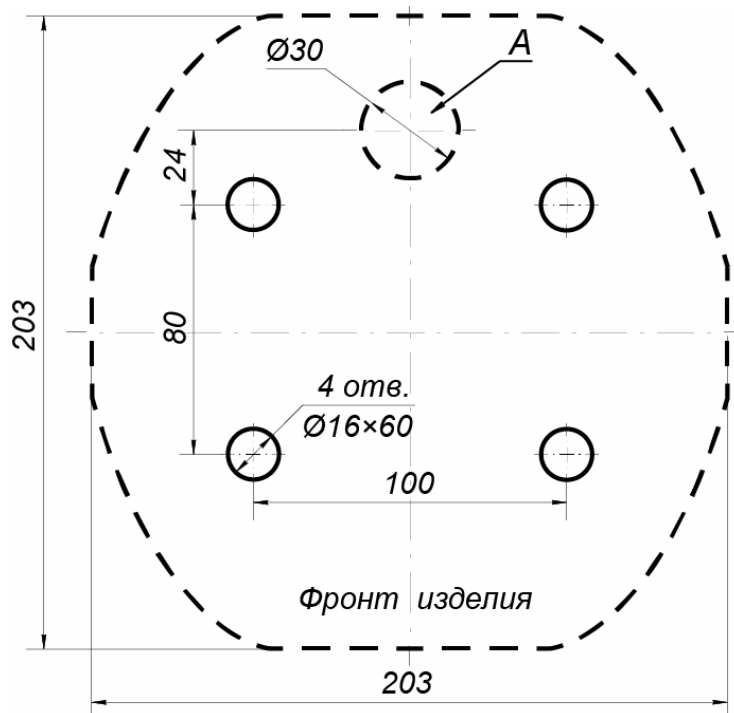

Рисунок 5. Схема разметки для установки картоприемника:
1. Выполните на установочной поверхности в соответствии с рис. 5 разметку отверстий для монтажа картоприемника, а также разметку кабельных каналов для прокладки кабеля питания (10) картоприемника, кабеля подключения контроллера (11) и кабеля подключения считывателя (12)¹, установленного в картоприемнике, к зоне А ввода кабелей в картоприемник с учетом расположения источника питания, контроллера СКУД и ИУ.
4. Переместите картоприемник на установочную поверхность таким образом, чтобы его основание (1) находилось рядом с зоной А (см. рис. 5).
5. Через центральное отверстие Ø30 мм в основании картоприемника (см. рис. 5) протяните кабели внутрь картоприемника и далее вверх по задней стенке к плате управления картоприемником. Используйте кабели, указанные в табл. 1. Длина концов кабелей, остающихся в картоприемнике после их протяжки, должна быть достаточной для их последующего подключения. Рекомендуется закрепить все кабели на внутренних сторонах основания (1) с помощью стяжек неоткрывающихся и площадок самоклеящихся.